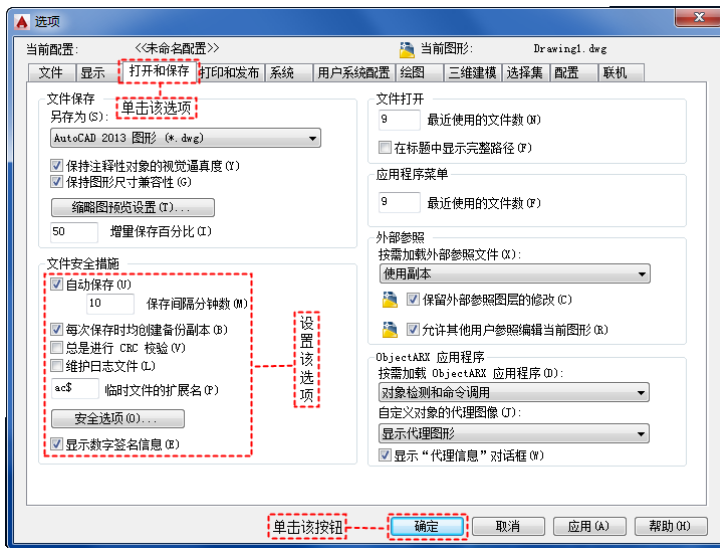

图 1-4 “打开和保存”选项卡
- (1) 选择菜单栏中的“工具”→“选项”命令，弹出“选项”对话框。
- (2) 打开“打开和保存”选项卡，如图 1-4 所示。